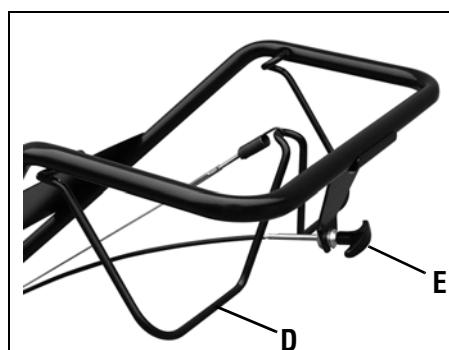

Figura 3-4: Todos los modelos tienen un gancho de embrague de marcha directa (E). Solamente el modelo 634A tiene control de marcha atrás.
El gancho del embrague de marcha directa (D, Figura 3-4) controla el engranado de la marcha directa en las ruedas y dientes.
2. Levante y sostenga el gancho del embrague (D, Figura 3-4) contra la barra de control para arrancar las ruedas y los dientes rotando hacia adelante.
El control del embrague de marcha atrás (E, Figura 3-4) controla el engranado de la marcha atrás en las ruedas y dientes. **La función de marcha atrás se usa únicamente para maniobrar con la cultivadora – nunca engrane los dientes en el suelo cuando opera en marcha atrás.**
3. Levante la barra de control hasta que los dientes estén separados del suelo, mire hacia atrás para evitar cualquier obstáculo y luego jale de la perilla de control (E, Figura 3-4) hacia afuera. Las ruedas y los dientes rotarán en dirección inversa.